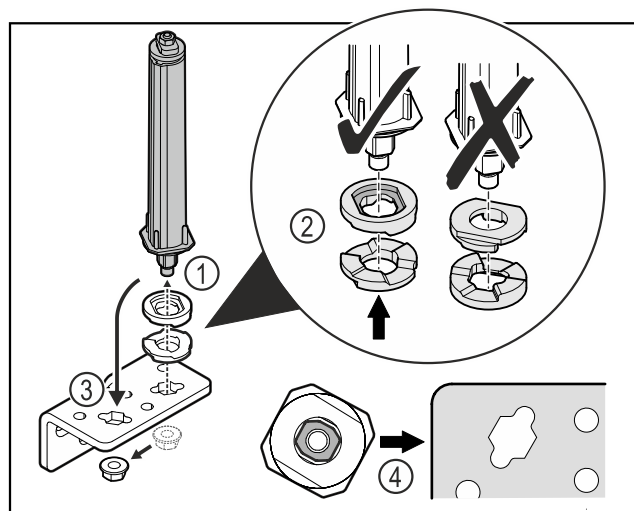

Fig. 50
- ▶ Allentare il dado e rimuovere il sistema di chiusura della porta Fig. 50 (1).
- ▶ Assicurarsi che le rondelle per la regolazione dell'altezza siano rivolte nel verso giusto Fig. 50 (2).
- ▶ Spostare il sistema di chiusura della porta nella cerniera angolare e fissarlo con il dado Fig. 50 (3).
- ▶ Durante l'inserimento del sistema di chiusura della porta assicurarsi che sia rivolto nel verso giusto Fig. 50 (4).